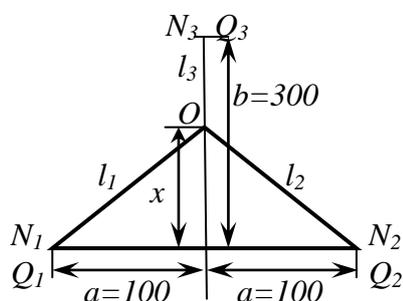

Рис. 8.1. Схема для расчета месторасположения
3.25. Найти наиболее выгодное место расположения центральной бетонной установки, обслуживающей на площадке 3 объекта. Два из них расположены на одной линии на расстоянии друг от друга 200 м и потребляют одинаковое количество бетона - по 400 м³, а третий, потребляющий 600 м³, находится посередине между ними, но расположен в глубине на расстоянии 300 м от красной линии (рис. 8.1).